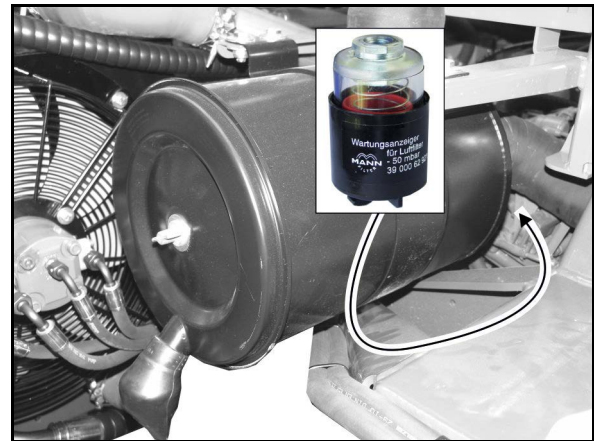

Fig. 164
1. Løsn vingemøtrikken på filteraddækningen (Fig. 164/1).
2. Tag filterafdækningen af og træk det yder filterelement (Fig. 164/2) ud.
6. Udskift det indvendige filterelement (Fig. 164/3) (må aldrig renses).
- o Løsn sekskantmøtrikken (Fig. 164/4), og træk det indvendige filterelement ud.